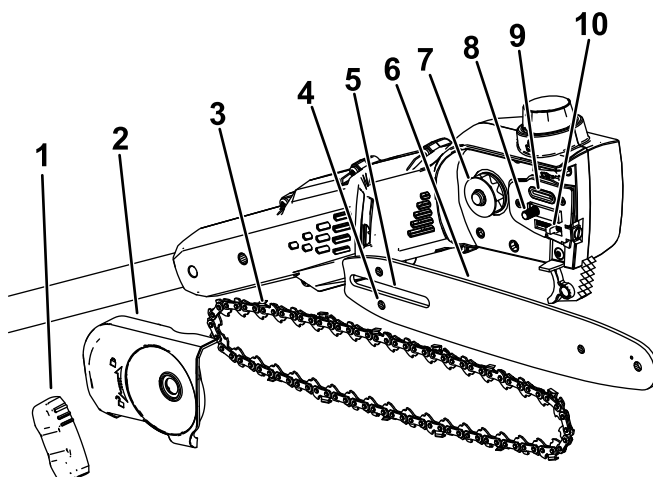

Figura 3
2. Retire la cubierta lateral; gire el pomo de la cubierta en sentido antihorario hasta que el pomo quede libre, y luego retire la cubierta lateral (Figura 3).
5. Coloque el bucle abierto de la cadena (la parte que no está montada en la espada) alrededor del piñón de arrastre de la sierra de pértiga (Figura 3).
**Importante:** Asegúrese de introducir el espárrago de ajuste de la cadena en la ranura del espárrago de ajuste de la cadena de la espada (Figura 3).